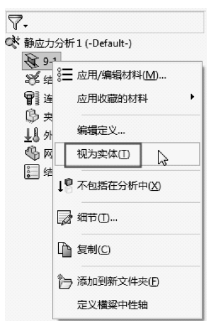

图 9-52 转为实体
- 01 继续前面案例。右击零件项目并选择【视为实体】命令，将横梁线性几何转换成实体几何，如图 9-52 所示。